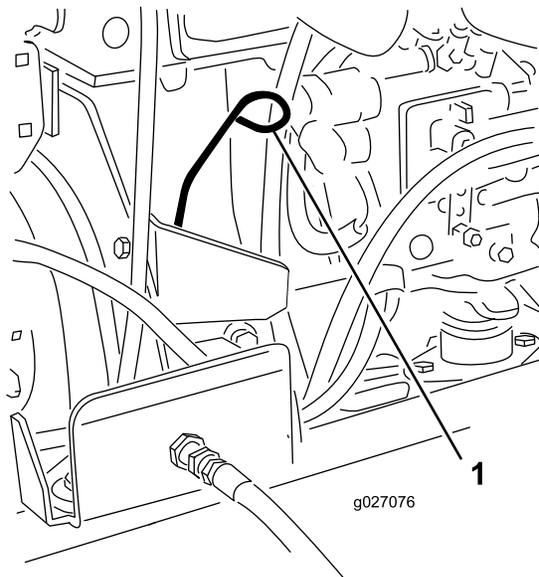

図 29
3. ディップスティックを抜き取り、付いているオイルをウェスで拭きとってもう一度差し込む(図 29)。